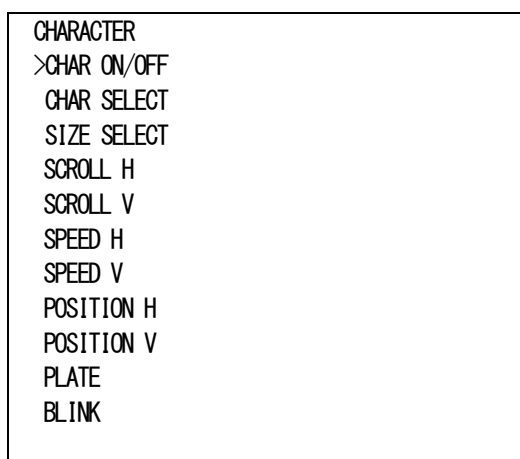

図4-17 オンスクリーンメニュー(CHARACTER例)
- 1) SDI OUT メニューで「CHARACTER[CHAR]」を選択し、**ENTER** ボタンを押すと図4-17のような設定メニューが表示されます。